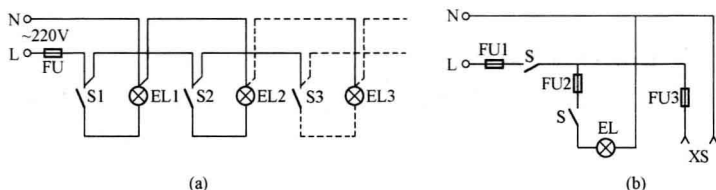

图 1-1 一只单联开关控制白炽灯照明电路
(1) 每只单联开关控制一盏灯电路。用一只单联开关控制一盏灯电路是一种最简单、最常用的方法。每只单联开关控制一盏灯电路如图 1-1 (a) 所示。开关应安装在相线（俗称火线 L）上，开关以及灯头的功率不能小于所安装灯泡的额定功率。螺口灯头接线时，灯头中心应接相线。照明灯安装在露天场所时，要用防水灯座和灯罩，并且还应考虑灯泡的额定电压符合电源电压的要求，零线不允许串接熔断器。
(2) 一只单联开关控制一盏灯并另外连接一只插座。如图 1-1 (b) 所示，加接的插座一般并接于电源上，其接线安装时，插座所连接的用电器功率应小于插座的额定功率，选用连接插座的电线所能通过的正常额定电流，应大于用电器的最大工作电流。